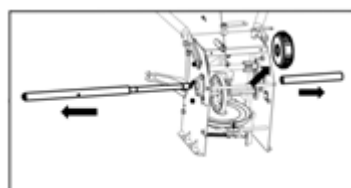

Abb. 25
3. Ziehen Sie die kurze und lange Antriebswelle heraus und bauen Sie das Differenzial aus. Siehe Abbildung 25.